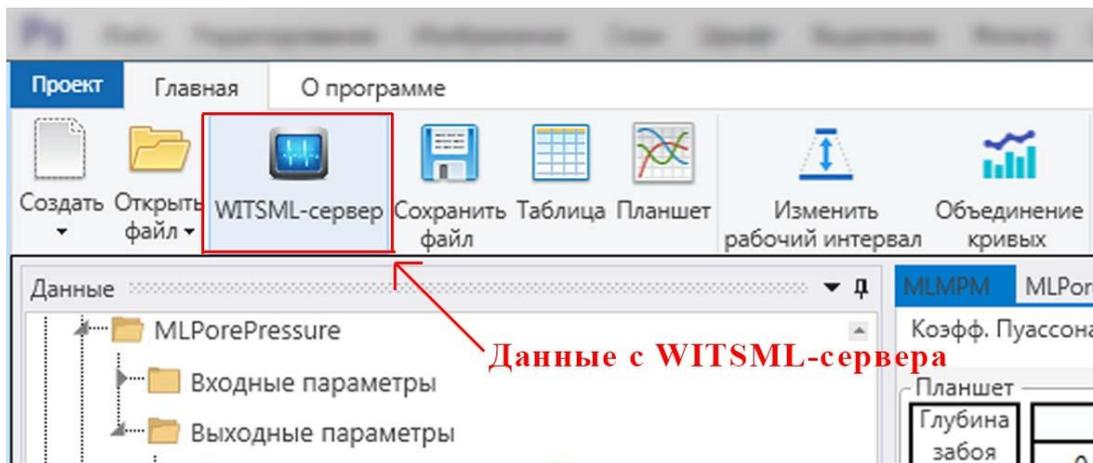

Рисунок 4 Загрузка данных с WITSML-сервера
5. Данные с WITSMML-сервера, загрузка которых осуществляется через отдельную кнопку на панели инструментов (**Рисунок 4**).